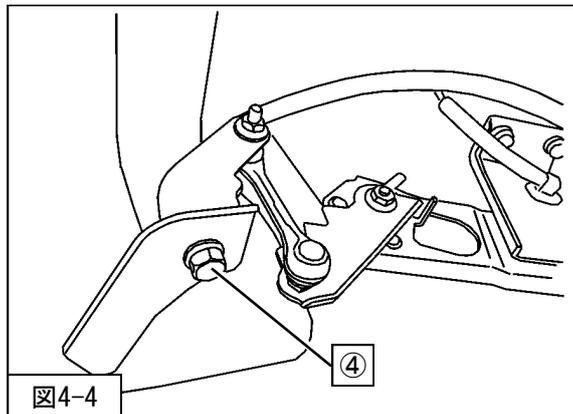

図4-4
4. ヘッドライトレベリングシステム装着車は、④ヘッドライトレベリングセンサー・アクスルビーム取付ボルト（締付トルク：22N・m）を取付けてください。（図4-4）